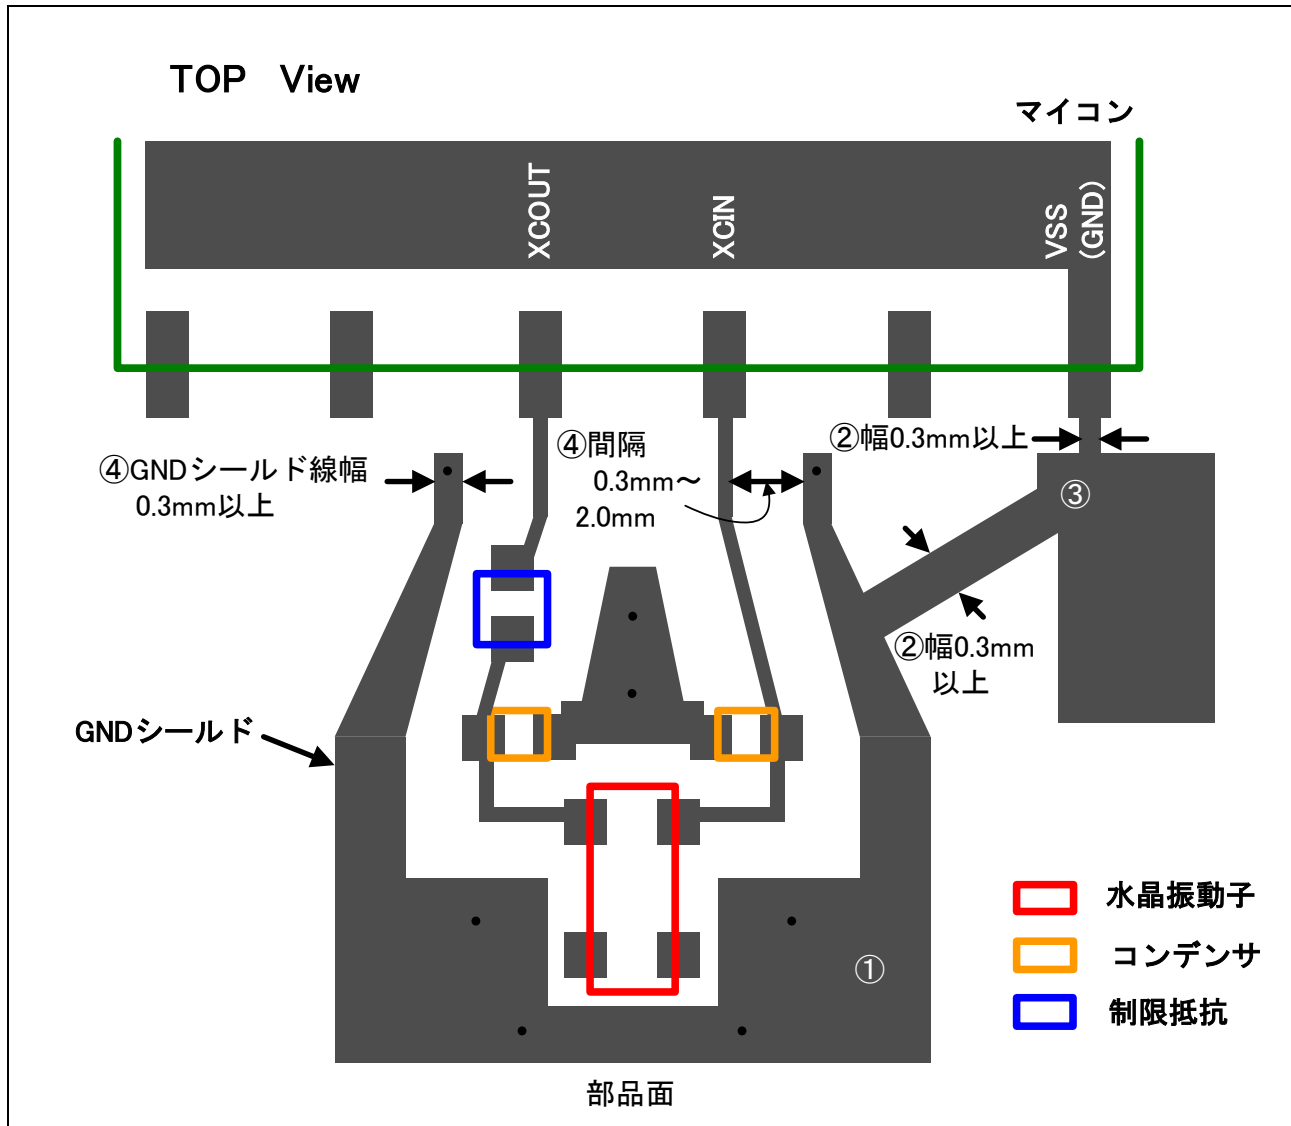

図 3.8 GND シールドに関するパターン例
水晶振動子の周りを GND パターンでシールドしてください。①～④に GND シールドの要点を示します。また、図 3.8 にパターン例を示します。
- ① GND シールドは水晶振動子の配線と同一層に配置してください。
- ② GND シールドは、マイコンの VSS 端子から最短距離で配線し、配線の幅は 0.3mm 以上を確保してください。
- ③ GND シールドと基板の GND との接続は、マイコンの VSS 端子のすぐ側で分岐させてください(GND シールドに電流を流さないため)。
- ④ GND シールド線幅は 0.3mm 以上で、配線とのスペースは 0.3~2.0mm にしてください。XCIN、XCOUT の配線は、他の信号線と交差させないでください。